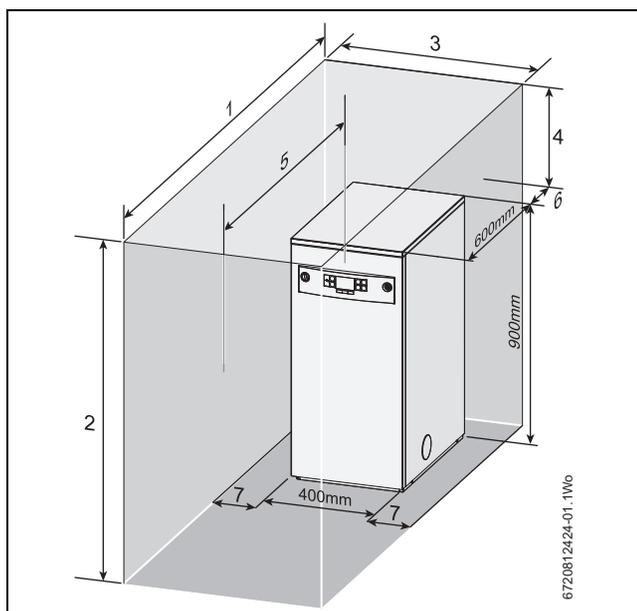

Bild 5 Geräteabstände
- Abb. 5 und Tab. 4 enthalten die Mindestabstände des Geräts, die für Montage, Wartung und Servicearbeiten empfohlen werden.